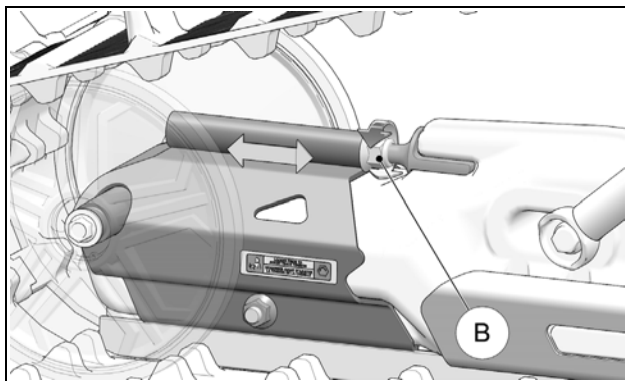

Figure 24
Tourner l'écrou d'ajustement de tension (B) dans le sens horaire ou antihoraire pour régler la chenille à la tension recommandée. Figure 24.